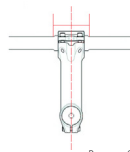
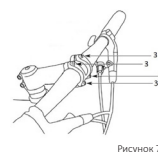
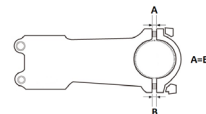

Рисунок 6
Рисунок 7
Рисунок 8
10. Установите руль строго по центру (рисунок 6) и затяните винты №3 крепления руля в выносе (рисунок 7). Усилие затяжки винтов крепления руля указано на выносе 5Нм. Затягивая винты крепления руля, следите за тем, чтобы зазор между верхней частью крышки выноса был равен зазору в нижней части крышки (рисунок 8);